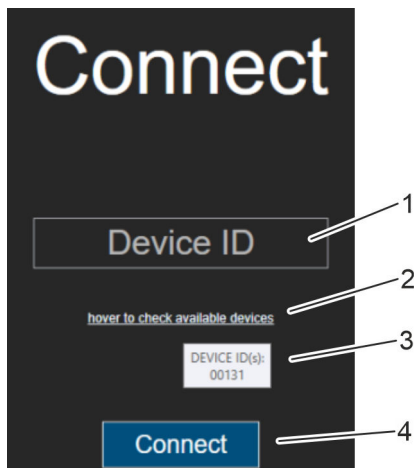

Fig. 31: Conectar el software
Para averiguar el número del dispositivo («Device ID»), desplace el ratón sobre la nota de ayuda (Fig. 31/2).
⇒ Aparecen todos los atornilladores a los que puede conectarse el software (Fig. 31/3).
4. ➤ Introduzca el «Device ID» del atornillador (Fig. 31/1) y pulse «Connect» (Fig. 31/4).